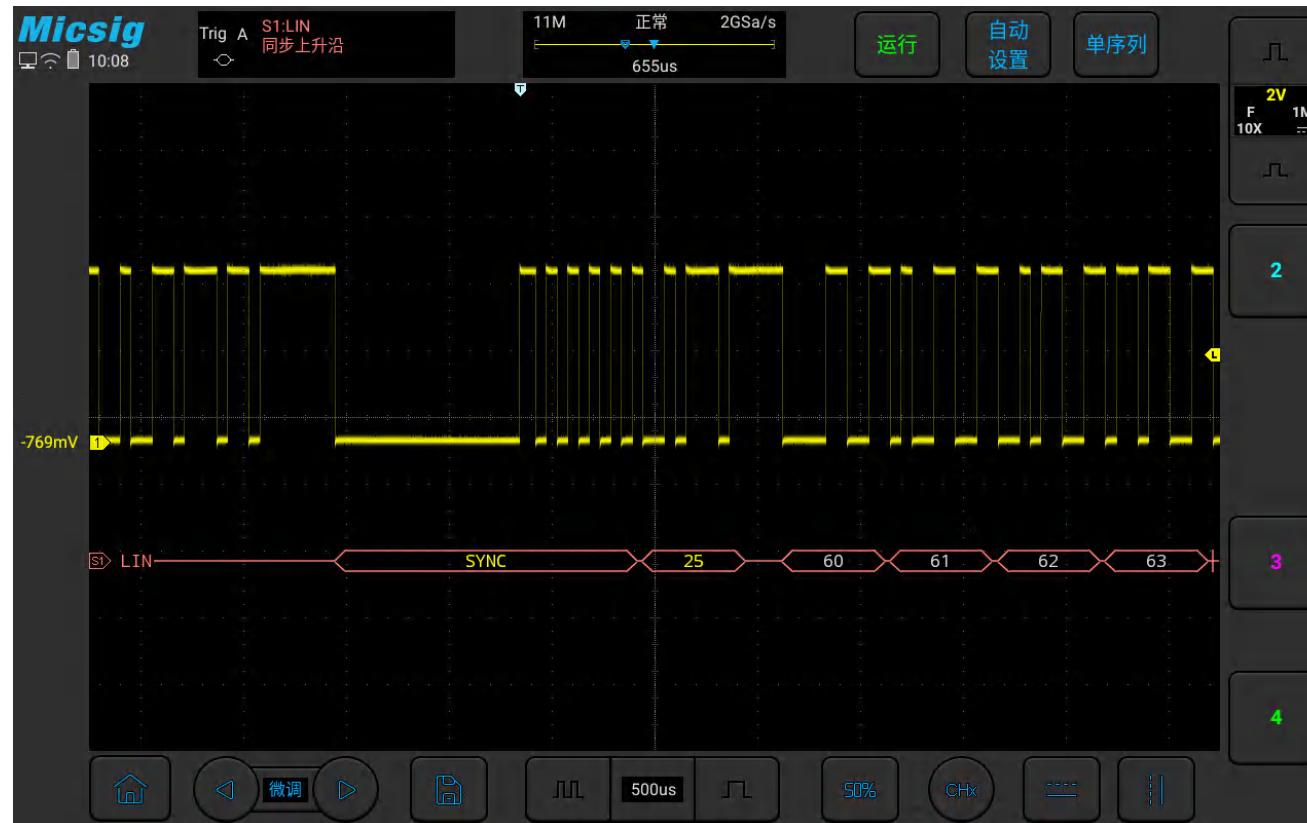

图11-12 LIN 图形界面
- (1) 轻点 S1 打开解码通道，再次点击打开总线配置菜单；
- (2) 选择总线类型为“ LIN”，依次点选“ Ch1” “空闲高” “ 9.6kb/s”，然后关闭菜单；
- (3) 打开触发方式配置菜单，点选“同步上升沿”；
- (4) 点按  配置信息，打开解码通道阈值电平调节框，上下拖动调节框可以调节阈值电平；根据信号的幅值电平调节阈值电平使信号稳定触发。LIN 触发图形界面见图 11-12：